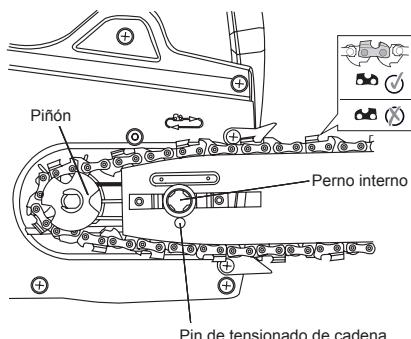

Fig. 21
4. Coloque la cadena de la sierra alrededor del piñón (Fig. 21) mientras alinea la ranura en la espada con el perno interno en la base de la sierra y el pin de tensión de la cadena en el orificio del pin de la espada (Figura 18). El pin de tensión de la cadena podría necesitar ajustes para alinearse correctamente con el orificio de la espada. Use la rueda de tensión de la cadena para ajustar su ubicación hasta que queda en la espada.